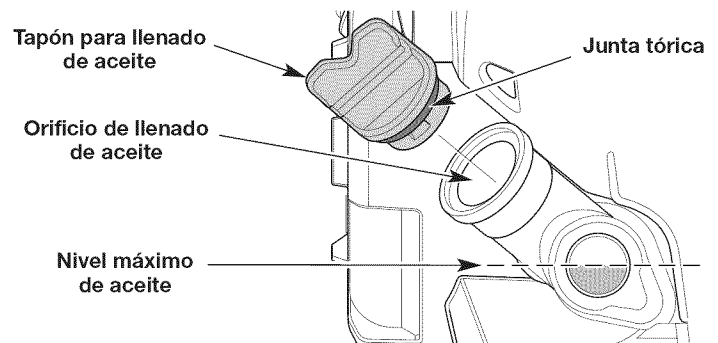

Fig. 20
3. Observe el interior del visor del nivel de aceite; use una linterna si es necesario. **El nivel de aceite debe llenar el visor hasta aproximadamente la mitad** (Fig. 20). Si el nivel de aceite es demasiado bajo, agregue aceite. Consulte *Procedimiento para agregar aceite*.
1. Limpie la zona que rodea el tapón de llenado de aceite (Fig. 20) a fin de evitar que ingresen residuos en el orificio de carga de aceite.
3. Agregue aceite al orificio de llenado de aceite hasta que el nivel de aceite llegue hasta aproximadamente la mitad del visor del nivel de aceite (Fig. 20).
NOTA: Compruebe que la junta tórica esté en su lugar en el tapón de llenado de aceite (Fig. 20).